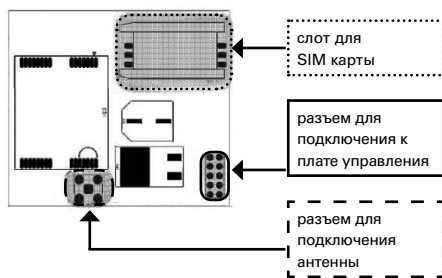

Рис. 1. Вид платы GSM-модуля
2. Установите SIM-карту (Beeline или MTS) в слот на GSM-модуле (см. рис. 1).
5. Протяните кабель антенны через отверстие в корпусе котла и подключите кабель к разъему на плате модуля модема (см. рис. 1).